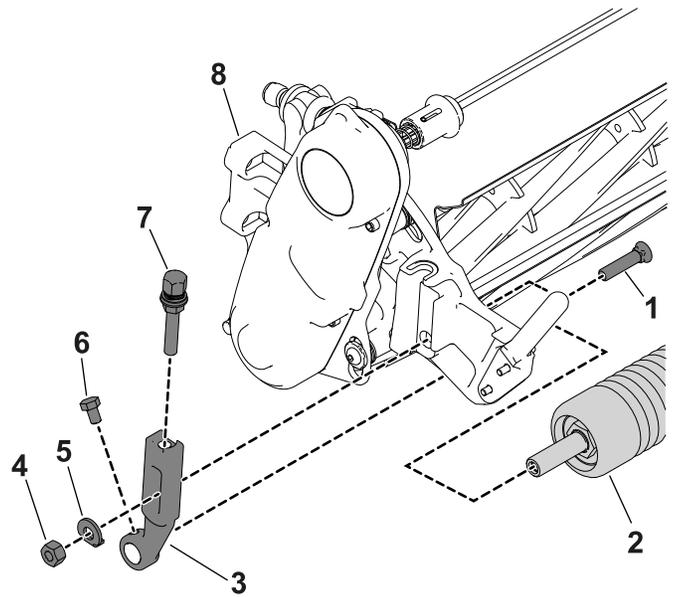

Bild 2
1. Lockern Sie die Befestigungsschrauben an der Schneideinheit, mit denen jedes Ende der Frontrolle an den Schnitthöhenarmen befestigt ist (Bild 2).
2. Entfernen Sie die Senkschrauben, Scheiben und Sicherungsmuttern, mit denen die Schnitthöhenarme an jedem Ende der Schneideinheit befestigt sind (Bild 2). Entfernen Sie die Schnitthöhenarme und die Rolle.